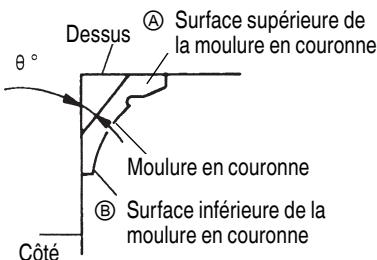
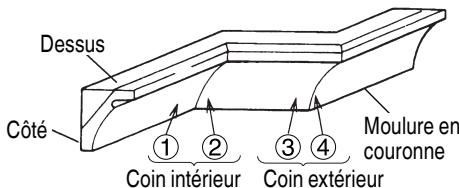
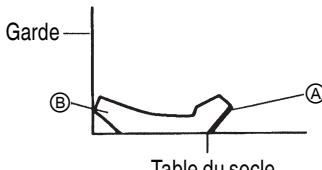

Fig. 27
Fig. 28
Fig. 32
La Fig. 27 montre deux types de corniche complexe courants ayant des angles de ( $\theta$ ) 38° et de 45°. Pour les montures de corniche complexe, voir la Fig. 28.
Pour découper une corniche complexe aux positions ① et ④ de la Fig. 28
Pour découper une corniche complexe aux positions ② et ③ de la Fig. 28
(1) Réglage de coupe en corniche complexe aux positions ① et ④ de la Fig. 28 (voir Fig. 29 ; incliner la tête vers la gauche):
- ① Tourner la plaque tournante vers la droite et régler l'angle d'onglet comme suit:
- ② Incliner la tête vers la gauche et régler l'angle de biseau comme suit:
- ③ Disposer la corniche complexe de façon que la surface inférieure (Ⓐ sur la Fig. 27) touche la garde comme indiqué à la Fig. 31.
(2) Réglage de coupe en corniche complexe aux positions ② et ③ de la Fig. 28 (voir Fig. 30 ; incliner la tête vers la gauche):
- ① Tourner la plaque tournante vers la droite et régler l'angle d'onglet
- ③ Disposer la corniche complexe de façon que la surface supérieure (Ⓐ sur la Fig. 27) touche la garde comme indiqué à la Fig. 32.